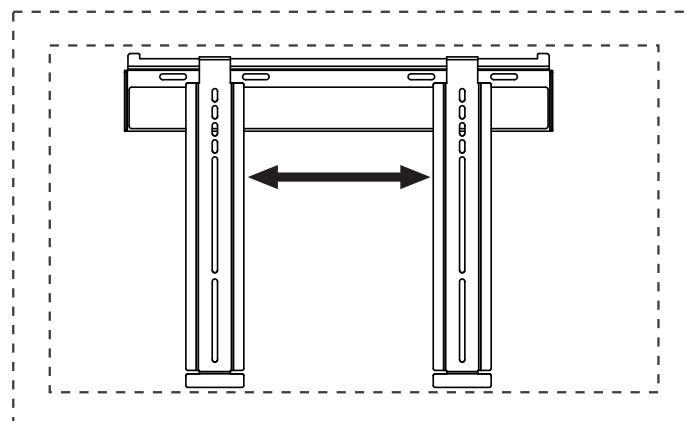
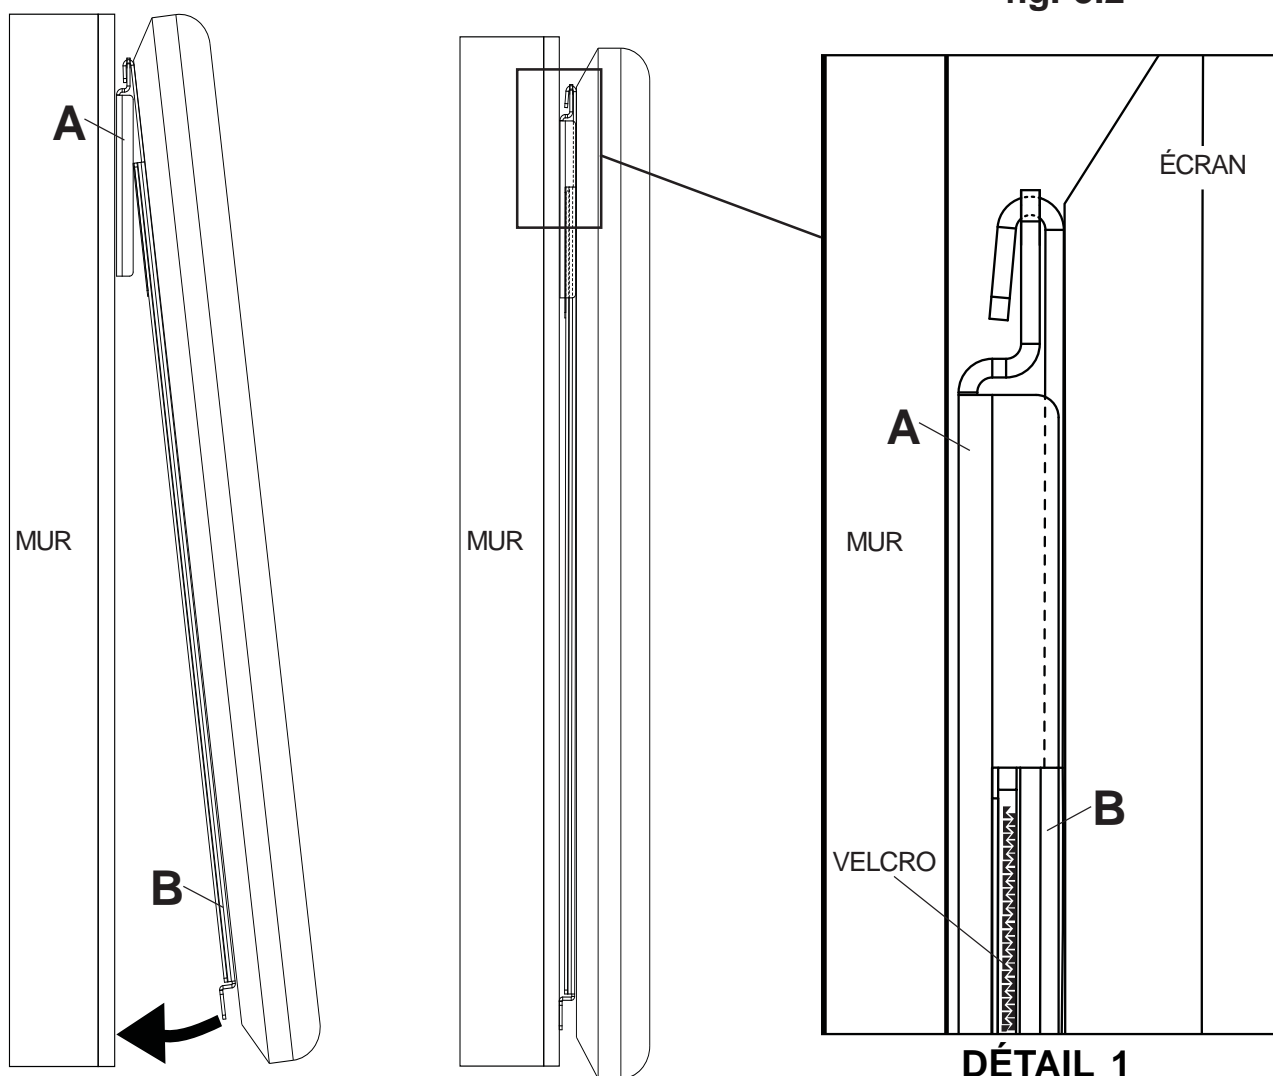

fig. 3.2
fig. 3.1
3 Guidez les crochets des supports adaptateurs (B) dans la bride de la plaque murale (A). Puis faites pivoter lentement l'écran vers le mur comme illustré à la fig. 3.1. Appuyez délicatement sur l'écran pour vous assurer que les bandes velcro sont bien en place, comme illustré dans le dessin de détail 1. L'écran peut être réglé horizontalement si désiré comme illustré à la fig. 3.2.